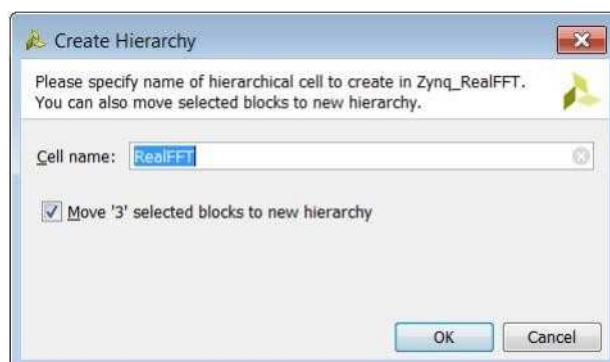

图10-29: 名称层次结构块
- d. 确保选中 **Move '3' selected blocks to new hierarchy** 选项中，如图 10-29 所示